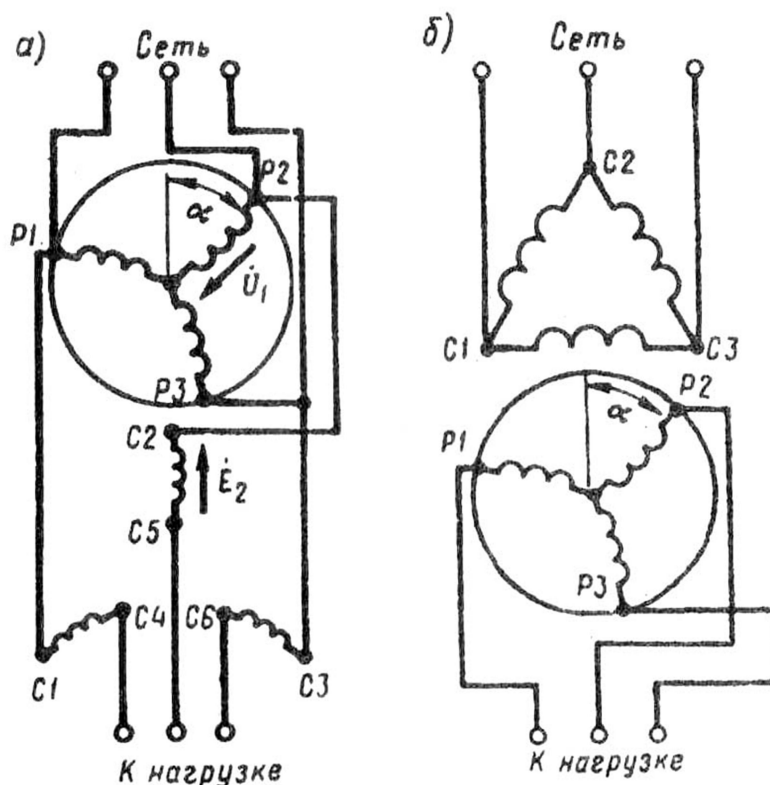

Рис. 17.1. Схемы соединения индукционного регулятора напряжения (а) и фазорегулятора (б)
**Индукционный регулятор напряжения (ИР)** представляет собой асинхронную машину с фазным ротором, предназначенную для плавного регулирования напряжения. Рассмотрим работу трехфазного ИР, получившего преимущественное применение. Ротор ИР заторможен посредством червячной передачи, которая не только удерживает его в заданном положении, но и позволяет плавно поворачивать его относительно статора. Обмотки статора и ротора в ИР имеют автотрансформаторную связь (рис. 17.1, а), поэтому ИР иногда называют поворотным автотрансформатором.
**Фазорегулятор (ФР).** Предназначен для изменения фазы вторичного напряжения относительно первичного при неизменном вторичном напряжении. В отличие от ИР обмотки ротора и статора ФР электрически не соединены друг с другом, т. е. имеют трансформаторную связь (см. рис. 17.1, б), поэтому ФР иногда называют поворотным трансформатором.